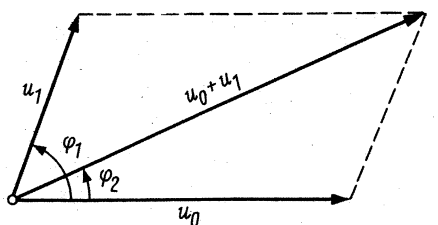

Bild 8b. Vektorielle Addition. Pfeillänge = Amplitude der Sinusspannung,  $\varphi_1$  und  $\varphi_2$  = Phasenwinkel zur Bezugsspannung  $u_0$
Das vektorielle Additionsergebnis von  $u_0 + u_1$  erscheint dann am Ausgang (7) wieder als eine Sinusspannung, deren Amplitude von der Phasenlage der beiden Eingangsspannungen zueinander abhängt (Bild 8b und 8c). Die am Ausgang (7) liegende Sinusspannung ist somit ein unmittelbares Maß für den Phasenwinkel zwischen den beiden Eingangsspannungen. Ein hier angelegter